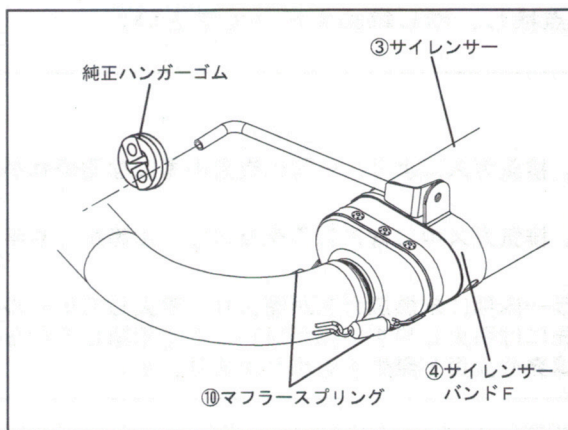

FIG. 3
8. ②テールパイプ# 2に③サイレンサーをを取り付け、⑩マフラスプリングをスプリング取付工具を使用して取り付けて下さい。(FIG. 3参照)
(FIG. 3, 4参照)